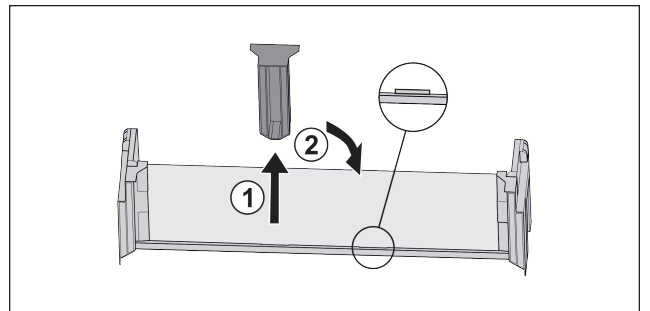

Fig. 114
- ▶ Mittleres Halteteil abziehen Fig. 114 (1).
- ▶ Mittleres Halteteil auf zweiter Position einsetzen Fig. 114 (2).